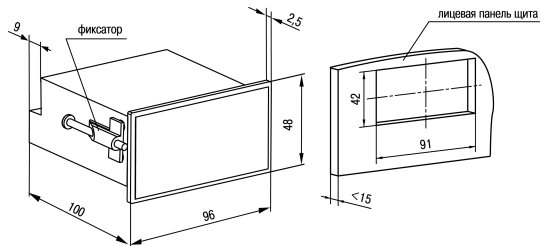

Рисунок 4.4 – Габаритные размеры корпуса Щ2
1. Подготовить на щите управления монтажный вырез для установки прибора (см. рисунок 4.4).